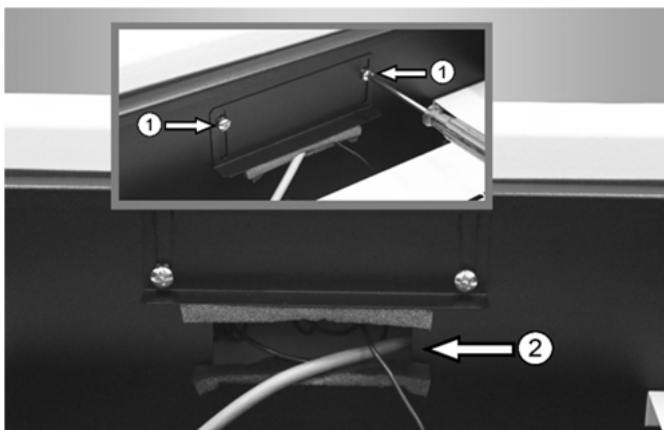

Abb. 20: Kabeldurchführung ② am Schaltfeldgehäuse
- ➔ Führen Sie die elektrischen Leitungen weiter durch die Kabeldurchführung ② (s. Abb. 20 auf Seite 17) am Schaltfeldgehäuse.